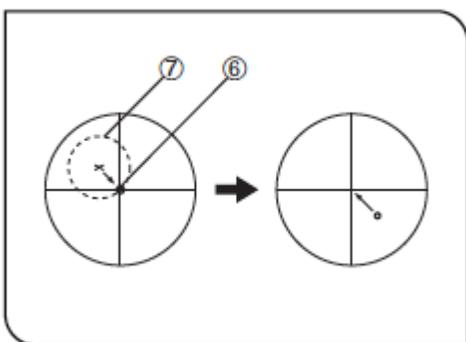
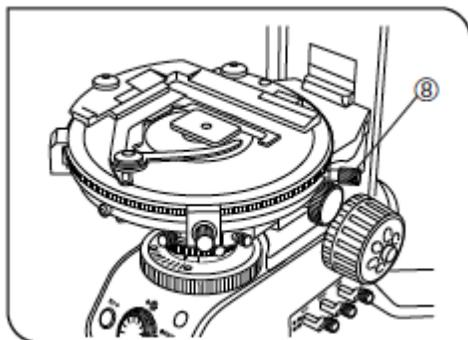

图 21
图 22
9. 对中可旋转载物台（图 21 和图 22）
- （2）对焦标本，并寻找视场里一个容易识别的细节⑥。将该细节移动到目镜十字交叉线的中心。
- （3）旋转载物台时，该细节移进圆圈⑦里。操控两个载物台对中旋钮⑧，使细节包围住的圆圈⑦的虚拟中心与目镜交叉线的交叉点吻合。